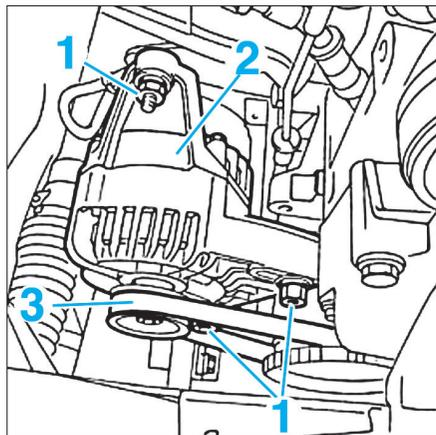

FIG. 2
- Desserrer les écrous de fixation (1) (Fig.2).
- Détendre la courroie en agissant sur l'alternateur (2).
- Extraire la courroie (3).